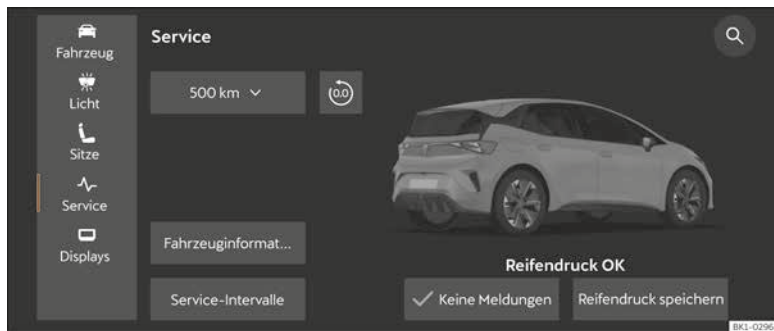

Abb. 14 Schematische Darstellung: Fahrzeugeinstellungen.
- **Service:** Die Warnung vor Störungen, Zwischenfällen, Speichern des Reifendrucks oder Informationen des nächsten Inspektionsdienstes werden angezeigt >>> (Abb. 14).